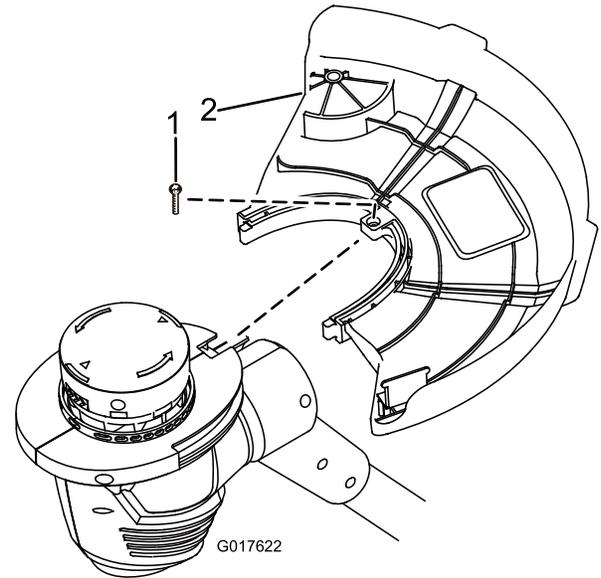

Figura 5
1. Retire el tornillo Phillips que está sujeto con cinta al protector (Figura 5).
2. Deslice el protector sobre la base de la desbrozadora, según se muestra en Figura 5.